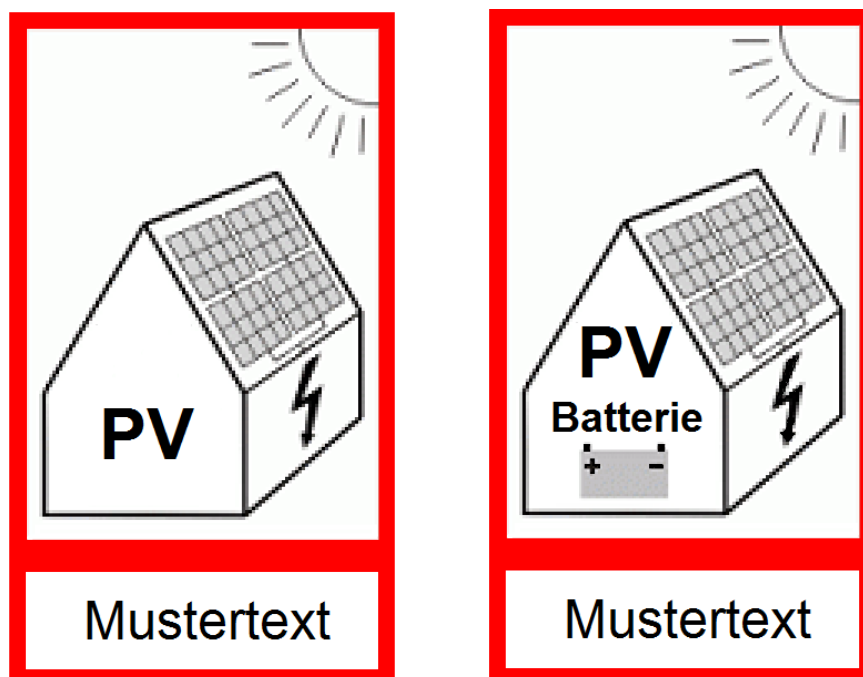
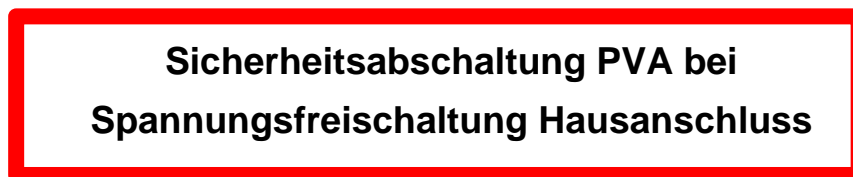

Bild 1
Bild 3
2. Bauliche Anlagen mit PV- und Batteriespeicher-Anlagen sind am Hauptzugang für die Feuerwehr mit einem formstabilen und lichtbeständigen Hinweisschild, in der entsprechenden Ausführung, in der Größe von mindestens DIN A 6 zu kennzeichnen (Bild 1).
3. Die in der vorgenannten Broschüre beschriebene Gleichspannungs-Freischaltstelle (DC-Freischalter) muss neben den dort aufgelisteten Mindestanforderungen für die Feuerwehr gefahrfrei zugänglich sein. In hochwassergefährdeten Gebieten muss der DC-Freischalter oberhalb des Gefahrenbereiches liegen. Der Standort des DC-Freischalters („DC-Notausschalter“) ist im Hinweisschild nach Pkt. 2 mit zu benennen (Bild 1).
Hier ist im Bild 1 im Textfeld „Sicherheitsabschaltung PVA bei Spannungsfreischaltung Hausanschluss“ einzutragen (Bild 3).
7. Mustertexte zu Bild 1 sind mit der Feuerwehr abzustimmen.